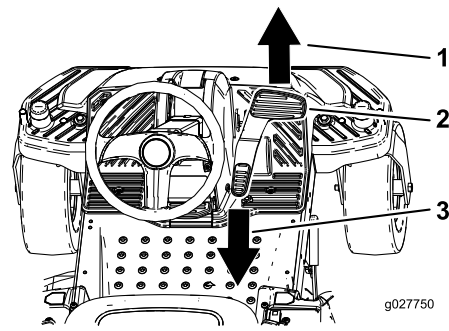

Bild 13
3. Stellen Sie den Fuß auf das Fahrpedal und treten langsam oben auf das Pedal, um vorwärts zu fahren, oder unten auf das Pedal, um rückwärts zu fahren (**Bild 13**).